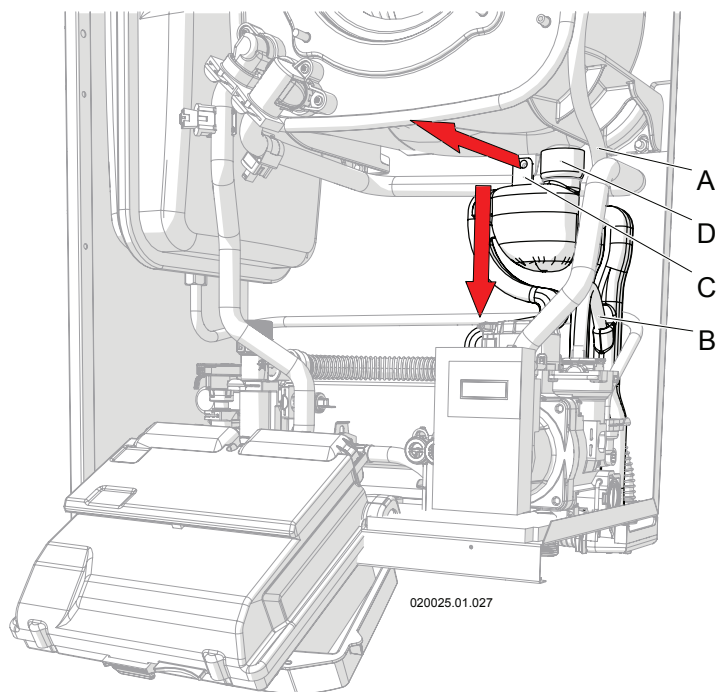

Figura 8-6 - Smontaggio sifone raccogli condensa
- 4.- sfilare verso l'esterno il supporto "C" dal sostegno di tenuta (Figura 8-6);